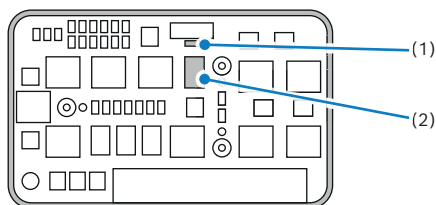

Figura 6
23. Installare il relè (2) e il fusibile (1) (Figura 6).